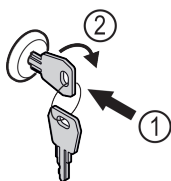

Fig. 82 Eksempelfremstilling
- Trykk inn nøkkelen Fig. 82 (1).
- Vri nøkkelen 90° med klokka Fig. 82 (2).